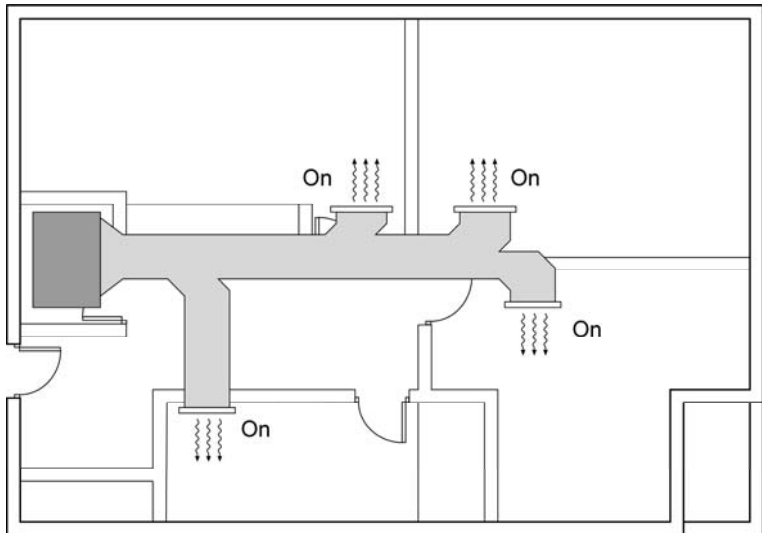

Fig. 3
- 2) Con todas las Zonas en Demanda (abiertas), mida la velocidad de impulsión del aire en todas las salidas y compruebe que está entre 2'0 m/s y 4'2 m/s (Ver Fig. 3).
- 2) With every zone under demand (open), measure the outlet air speed checking that is within range from 2'0 m/s and 4'2 m/s (Ver Fig. 3).
- 2) Mettre toutes les zones en demande (ouvertes), mesurer la vitesse de soufflage de l'air au niveau de toutes les bouches et vérifier qu'elle soit comprise entre 2,0 et 4,2 m/s (voir Fig. 3).
- 2) Con tutte le zone in regime di domanda (aperte) , misurare la velocità dell'aria in uscita da tutti i terminali e verificare che sia compresa o il più vicino possibile compresa tra i 2,0 e i 4,2 m/s (vedere Fig. 3).